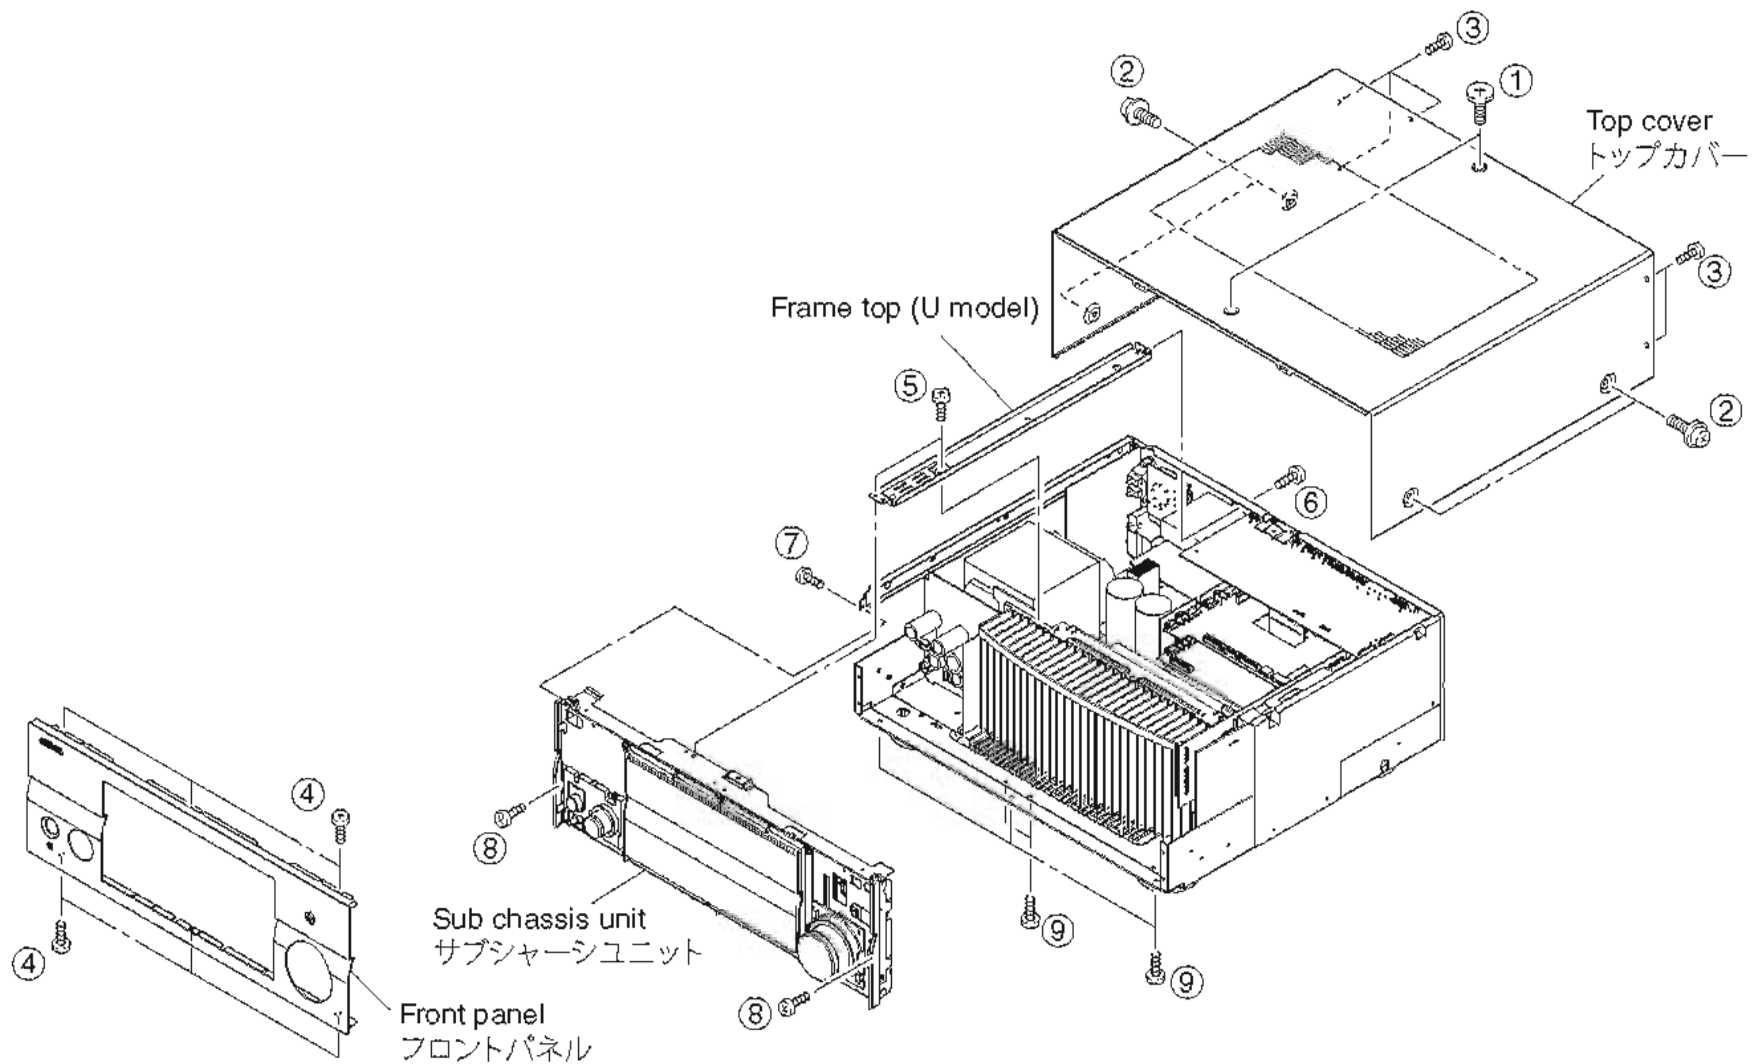

Fig. 1
- a. Remove 2 screws (①), 4 screws (②) and 5 screws (③). (Fig. 1)
- b. Slide the top cover rearward to remove it. (Fig. 1)
- a. ①のネジ2本、②のネジ4本、③のネジ5本を外します。(Fig. 1)
- b. トップカバーを後方へスライドさせ、取り外します。(Fig. 1)
Remove 6 screws (④) and then remove the front panel forward. (Fig. 1)
④のネジ6本を外し、フロントパネルを前方に外します。(Fig. 1)
- a. Remove 2 screws (⑤), screw (⑥) and then remove the frame top. (Fig. 1) (U model)
- b. Remove screw (⑦), 2 screws (⑧) and 5 screws (⑨). (Fig. 1)
- d. Remove the sub chassis unit forward. (Fig. 1)
- a. ⑦のネジ1本、⑧のネジ2本、⑨のネジ5本を外します。(Fig. 1)
- c. サブシャーシユニットを前方に取り外します。(Fig. 1)